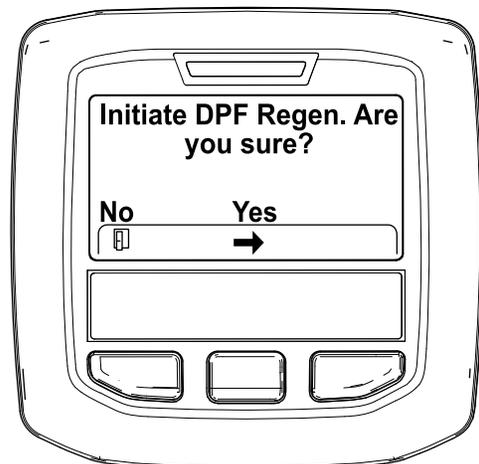

Bild 35
4. Wenn die Meldung „Initiate DPF Regen. Are you sure?“ angezeigt wird, drücken Sie die mittlere Taste (Bild 35).